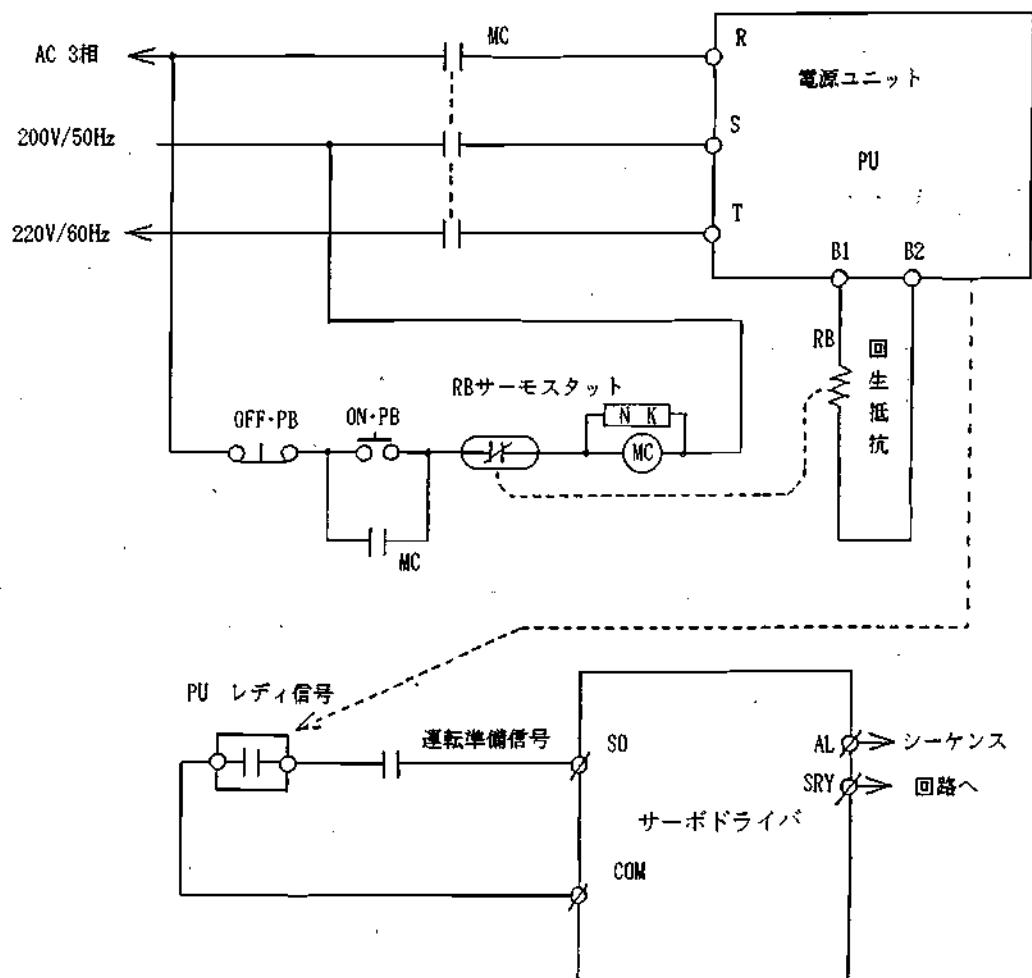

図3-20 サーボレディ信号接続
- (1)電源投入からPU レディ出力は、0.1sec以下、サーボレディ可能は0.5sec以下です。
- (2)電源遮断からサーボレディOFF 状態は約5sec後となります。
- (3)PU レディ ON (接点閉状態) 信号の確認をして、サーボの運転準備 (SO) を投入して下さい。 (図3-20 参照)
- (1)PU 過電流または不足電圧によりレディ出力OFF (接点開) となります。これにより接続ドライバーの運転準備 (SO) をOFFとして、電源ユニットの供給電源をOFFするシーケンスを行って下さい。
- (2)異常状態を取り除き、電源の再投入によりリセットは行われます。
- (3)回生抵抗過熱はサーモスタットにより、検出します。過熱検出により、電源ユニットの電源をOFFするシーケンスを行って下さい。 (図3-20参照)